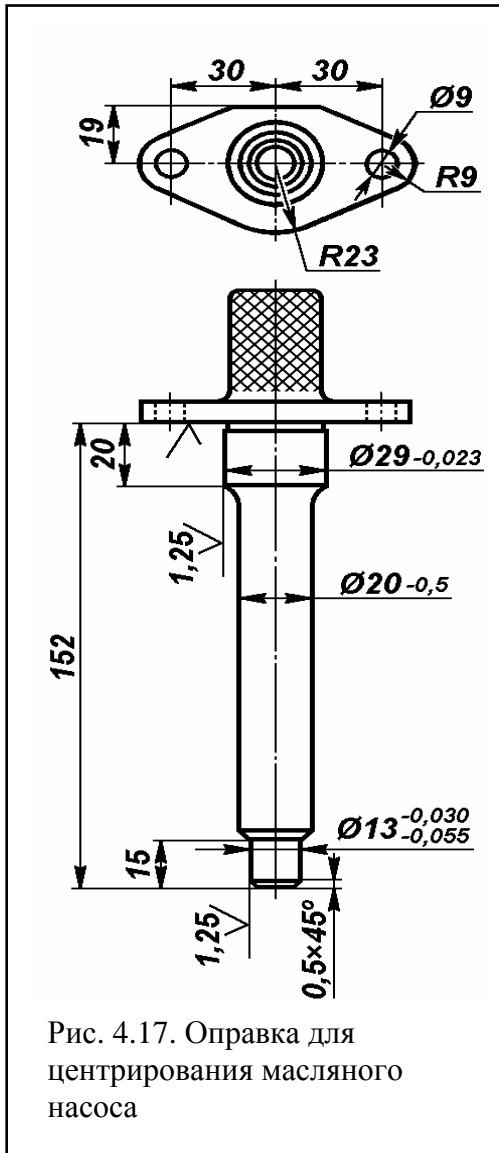

Рис. 4.17. Оправка для центрирования масляного насоса
5. Осторожно, не задевая шестерней за стенки блока, вставьте привод в блок. После установки привода на место его валик должен занять положение, указанное на рис. 2.22А. Для уменьшения износа в шарнирных соединениях привода устанавливайте насос соосно отверстию для привода. Для этого пользуйтесь оправкой (рис. 4.17), плотно входящей в отверстие для привода в блоке и имеющей цилиндрический хвостовик диаметром 13 мм. Насос сцентрируйте по хвостовику оправки и закрепите в этом положении.